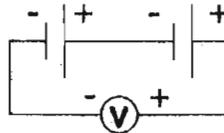

Figura 3.22.
k) Conecte dos pilas (serie aditiva) según se muestra en la figura 3.22, mida y anote en la tabla 3.22 el voltaje total entre terminales, a continuación repita lo mismo con 3 y 4 pilas en conexión "serie aditivo".